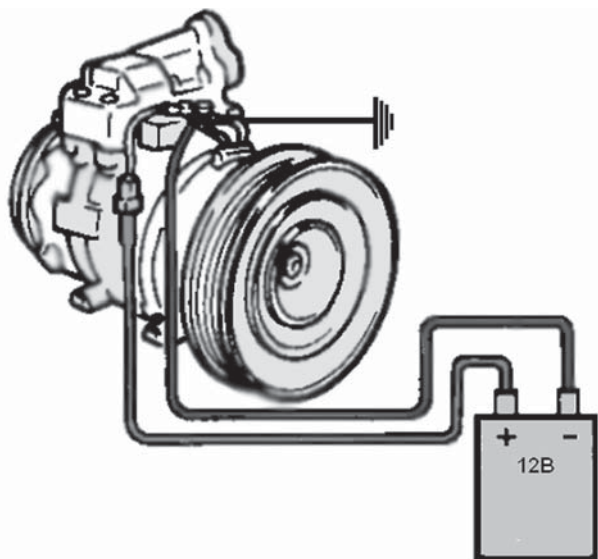

Рис. 3.1.1.
2. Подключите положительную клемму (+) аккумуляторной батареи к выводу разъема электромагнитной муфты компрессора, отрицательную клемму (–) аккумулятора необходимо соединить с корпусом кондиционера (рис. 3.1.1);